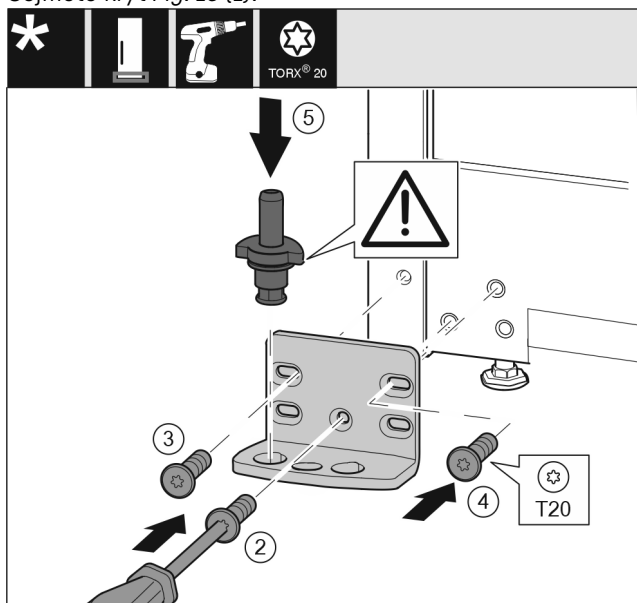

Fig. 17
- Nasadte stojan ložiska na druhé straně a přišroubujte pomocí šroubováku. Začněte šroubem Fig. 17 (2) dole uprostřed.
- Utáhněte šroub Fig. 17 (3) a šroub Fig. 17 (4).
- Zcela vložte ložiskový čep Fig. 17 (5). Přitom dávejte pozor, aby zajišťovací vačka směřovala dozadu.